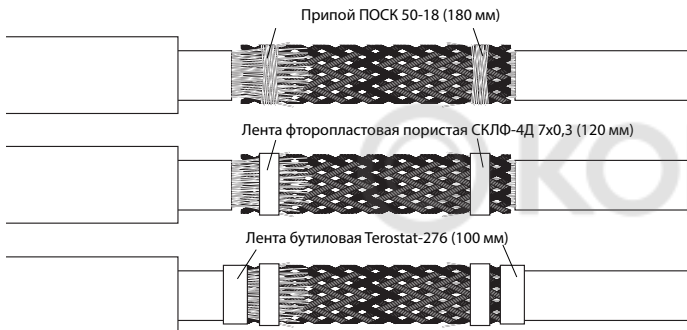

Рис. 8
5.9. Для соединения экранирующих оплеток необходимо расправить их с двух сторон соединения и надеть сверху пленку медную (поз. 11 состава комплекта). Экранирующие оплетки от ленты пустить сверху натянутой пленки и равномерно расправить соединение. На середину этого соединения намотать плотно припой (поз. 9 состава комплекта – рис. 8).
5.10. На обоих концах сверху припой закрыть фторопластовой лентой СКЛФ-4Д (поз. 10 состава комплекта) и прогреть до расплавления феном при температуре на шкале фена 350 °С в течение 1 мин. Ленту снять и проверить качество соединения. Припой должен расплавиться и образовать кольцо вокруг оплеток. Если припой не расплавлен, в отдельных местах операцию повторить, снова намотав ленту на припой (рис. 8). Обмотать край экранирующей оплетки с двух сторон бутиловой лентой (поз. 12 состава комплекта) (рис. 8). На соединении надеть трубку термоусаживаемую (поз. 8 состава комплекта) и усадить при помощи фена (рис. 9).